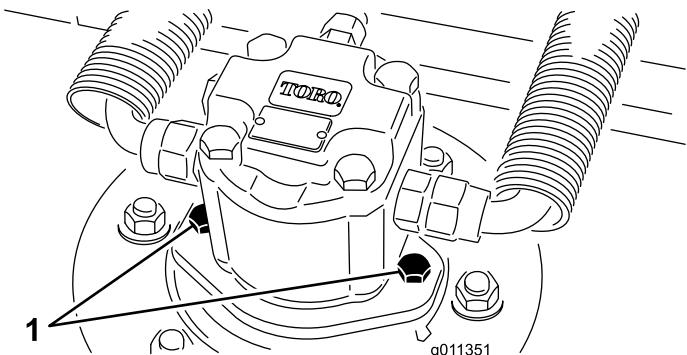

Bild 85
2. Schließen Sie den Hydraulikmotor vom Mähwerk ab und nehmen ihn ab (Bild 85). Decken Sie die Spindeloberseite ab, um einer Verunreinigung vorzubeugen.
3. Montieren Sie den Hydraulikmotor am Mähwerk (Bild 85). Stellen Sie sicher, dass sich der O-Ring unbeschädigt in seiner Position befindet.